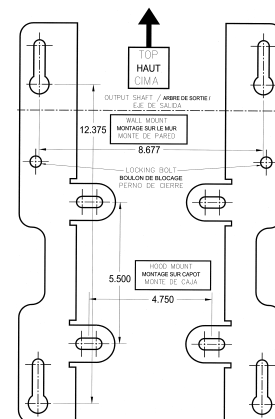

Figura 6 - Agujeros de Montaje
2. Localizar los 4 agujeros de montaje como se muestra en la Figura 6.